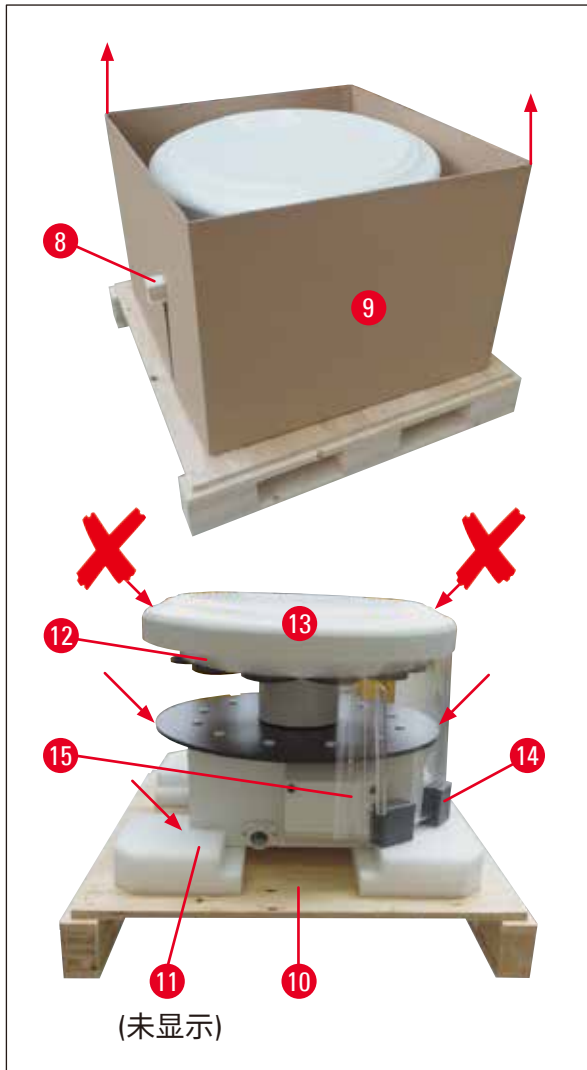

图 11
- 抬起仪器时 (2 个人), 抓住试剂容器平台或外壳下半部分 (参见下图 (→ 图 11), ↘ ↙), 然后从底座 (→ 图 11-10) 上抬起。